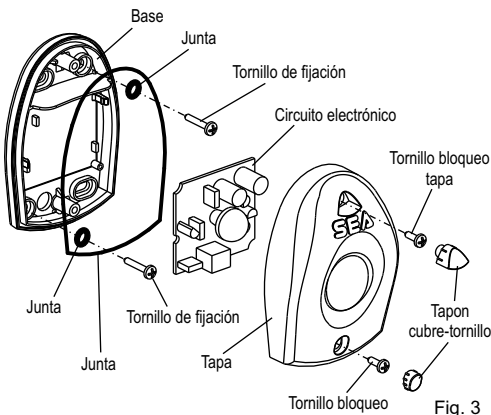

Fig. 3
- Fijar el Transmisor como se indica en la fig. 3.
- Fijar el receptor como se indica en la fig. 3 teniendo cuidado de fijarlo en posición frontal, alineando sobre el mismo eje y la misma altura del transmisor.